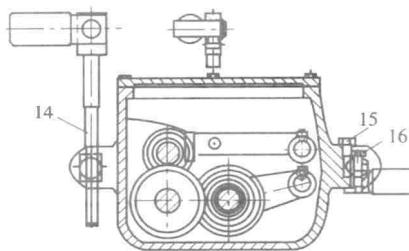

图 1.2 变速箱
②用撬杠把变速箱(见图 1.2)撬起,用呆扳手把吊起的变速箱的双头螺柱 14 卸下,然后慢慢地把变速箱放下;用呆扳手把固定在圆柱棒上的两个外六角螺钉 15、16 卸下;用三角带套在皮带轮上向外拖(边拖三角带边向后移动),后面用撬杠撬,把变速箱从床身里拖出来。
③用呆扳手将变速箱顶盖打开,再卸下电机的四个外六角螺钉,采用振动法或用冲子在电机结合子及花键轴 3 端面间敲击,将结合子冲开,卸下电机。
④用轴用挡圈钳子把皮带轮 1 端面的轴用挡圈卸下(可用螺丝刀配合使用);用螺旋式拉卸工具将皮带轮 1 卸下;用呆扳手将两个拨叉及导向杠的锁紧螺母松开;用螺丝刀把紧定螺钉卸下,从箱中取出拨叉轴及拨叉,拧下导向杠。
⑤用内六角扳手打开变速箱两边的端盖 6;用冲子向皮带轮方向敲击轴 11,取出轴承 d 上三个齿轮 2、8、9 和隔套 12,三个半圆键及轴 11;在虎钳上卸下轴承 b。
⑥用螺丝刀卸下筋板上锥端紧定螺钉;用轴用挡圈钳子松开挡圈;用冲子向电机方向敲击,卸下挡圈 5、双联齿轮 4,将花键轴 3 从电机孔中取出,在虎钳上卸下轴用挡圈和轴承 c;用冲子将轴承 f 卸下。
⑦用冲子向皮带轮方向敲击,卸下三联齿轮 10,从皮带轮孔中取出轴 13 及轴承 e,在虎钳上用冲子卸下轴承 a 及密封端盖 6。把所有的零件放在固定盘中。